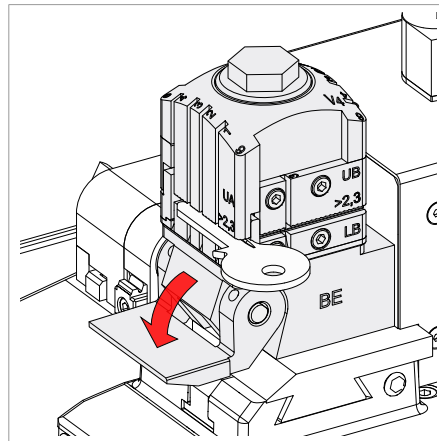

Bild 113
- 4) Die Lehre manuell senken (Bild 113).